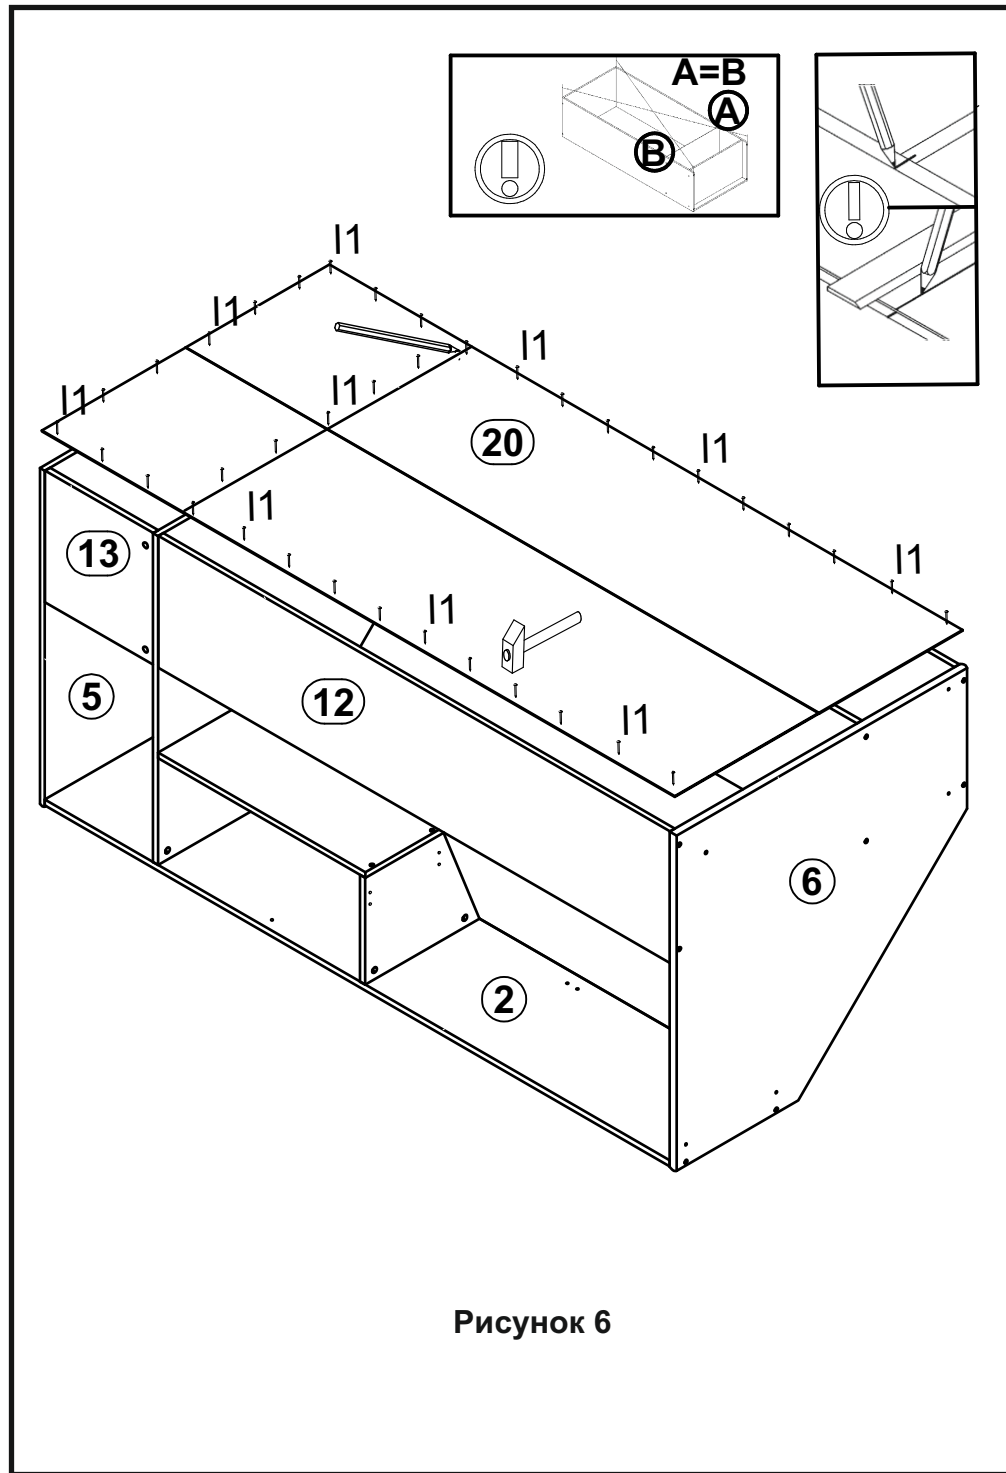

Рисунок 6
14. Положить корпус изделия стенкой боковой **2** вниз на ровную поверхность и выровнять его, измеряя рулеткой расстояние между противоположными углами по диагонали. Расстояния должны быть равными (см. рис. 6).
15. Закрепить стенку заднюю клеенную **20** гвоздями **l1** с шагом **80-120 мм** (см. рис. 6).